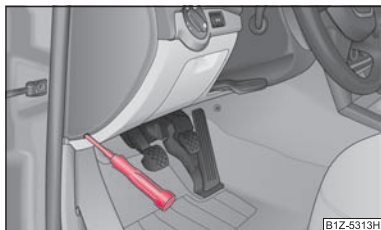

Fig. 143 Coperchio fusibili: Fianco sinistro della plancia
- Rimuovere il coperchio fusibili di fianco alla plancia con l'ausilio di un cacciavite ⇒ fig. 143 o il coperchio fusibili nel vano motore ⇒ pag. 159.